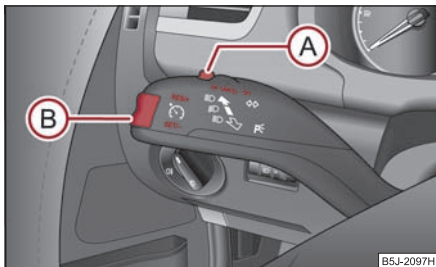

Abb. 127 Bedienungshebel: Wippe und Schalter der Geschwindigkeits-Regelanlage
- Drücken Sie den Schalter **A** ⇒ Abb. 127 in die Stellung **ON**.
- Die gespeicherte Geschwindigkeit können Sie ohne Betätigung des Gaspedals durch Drücken der Wippe **(B)** ⇒ Seite 106, Abb. 127 in die Position **RES+** erhöhen.
- Drücken Sie den Schalter **(A)** ⇒ Seite 106, Abb. 127 nach rechts in die Stellung **OFF**. ■